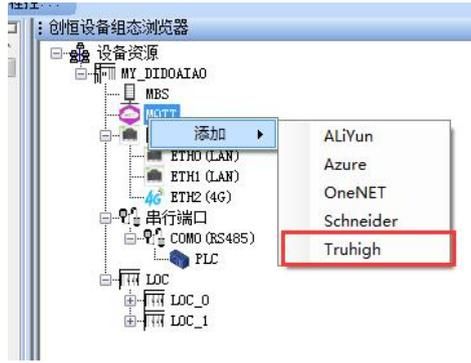

图 5-5-1
1. 首先，添加 MQTT 类型。右键点击 MQTT 在弹出的界面中依次选择“添加 MQTT”，选择 Truhigh，如图 5-5-1。